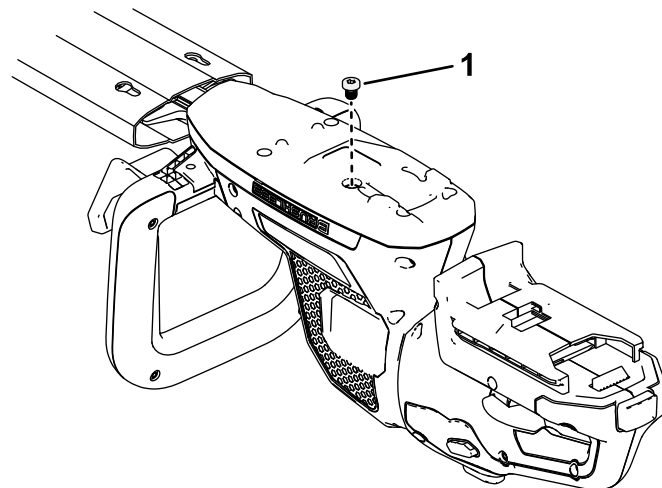

Figura 11
3. Îndepărtați bușonul cu cap hexagonal al cutiei de viteze (Figura 11).